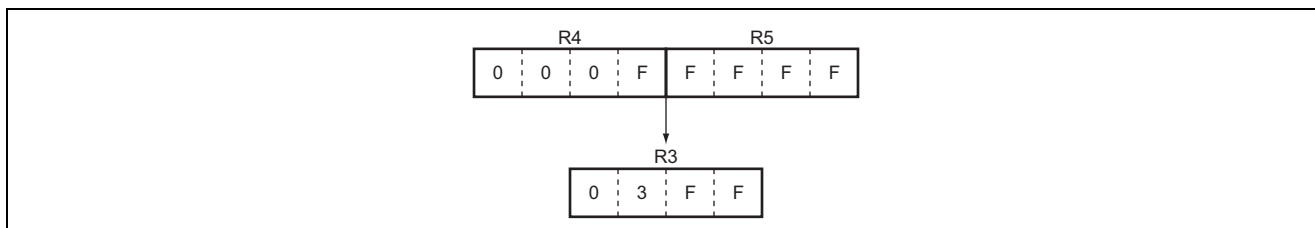

図 2 上位ビットを使用しない場合の実行例
(1) 図 2 のように上位ビットを使用しない場合は、使用しないビットに“0”を設定してください。“0”を設定していない場合は、上位桁に設定されている不定のデータを含めて平方根を求めるため、正確な演算結果が得られません。